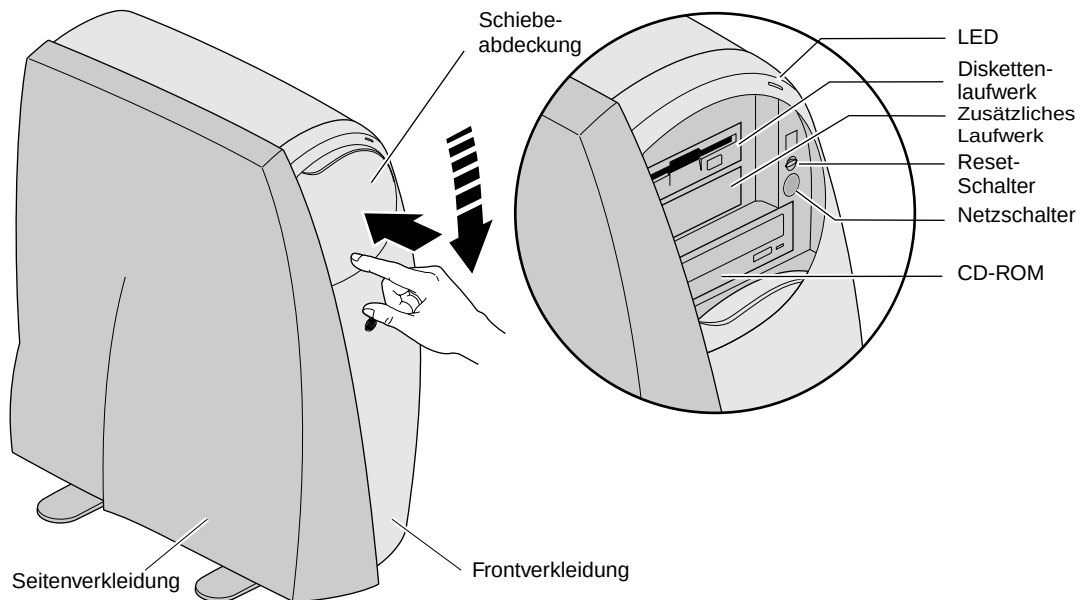

Abbildung 1-10 Öffnen der Schiebeabdeckung
1. Drücken Sie zum Öffnen der Schiebeabdeckung entsprechend der Darstellung in Abbildung 1-10 leicht auf deren untere Hälfte.